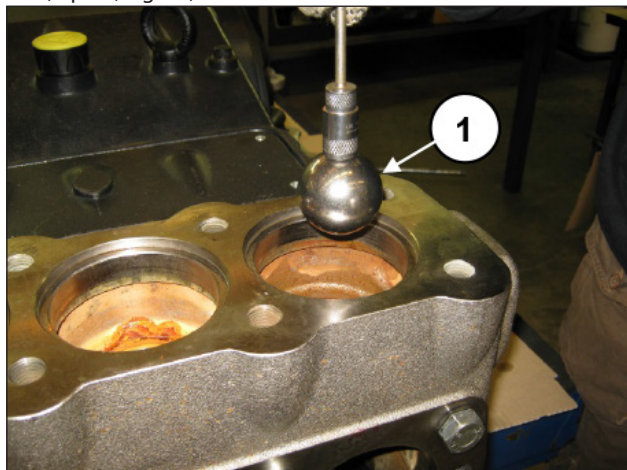

Fig. 92
- D) Sortir les billes en utilisant un aimant ou un autre outil (rep. ①, Fig. 92).